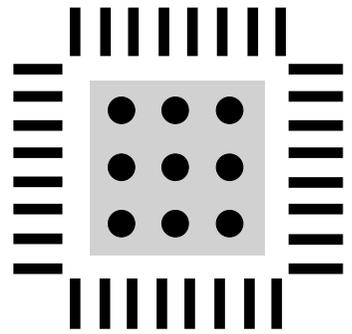

图66. 底部焊盘布局示例，俯视图
- 应设置通孔以连接所有铜层，实现有效散热和导电。例如，图66显示焊盘区域中有9个通孔，这些通孔以3英寸英寸的网格形式排列。